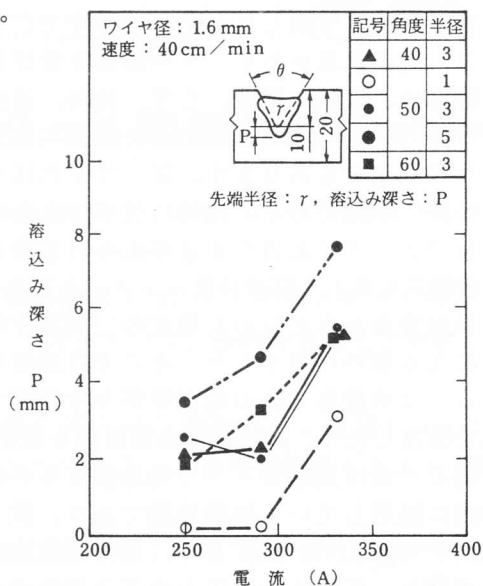

図4 開先形状と溶込み深さ
⑤溶接電流が低すぎる。 ⑥アーク電圧が低すぎる。 ⑦開先角度が狭い。 ⑧ワイヤの狙い位置、トーチ角度が悪い。 ⑨溶融金属の先行。	⑤, ⑥上記 ①, ②に同じ。 ⑦・開先ルートをガウジングしてウィーピングできる位にルート半径を大きくする。 ・適当な幅のウィーピングを行い、開先両側に確実にアークを当てる。(図4) ⑧トーチ角度は開先面に対して垂直あるいは後退角に傾ける。ワイヤの狙いは前層ビードの止端部を狙う。 ⑨溶接速度を早める。後退法を採用する。